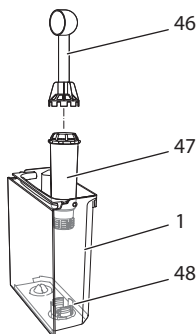

Fig. 25: Iskruning/udskrining af vandfilter
- Fjern vandfilteret, når maskinen opfordrer hertil (se Fig. 25, side 214).